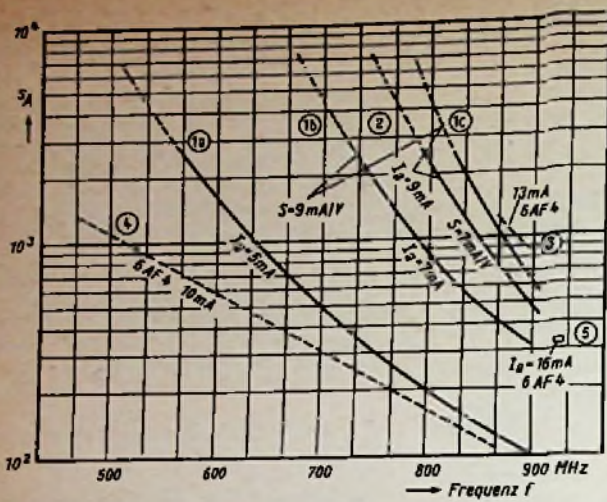

Bild 14. Das Stabilitätsmaß s_A in Abhängigkeit von der Frequenz, vom Anodenstrom und von der Steilheit beim Kastenoszillator
Wichtig ist auch der Einfluß von Netzspannungsschwankungen auf die Oszillatorfrequenz. Sowohl Schwankungen der Anodenwie auch der Heizspannung können auf die Frequenz wesentlich einwirken. Anoden- und Heizspannungsänderungen beeinflussen vor allem die Steilheit, die Elektronenlaufzeit, die Raumladung und damit auch die Röhrenkapazität. Änderungen der Röhrenkapazität können durch eine in Reihe oder parallel geschaltete äußere Festkapazität (vgl. Bild 8c!) in ihrer Auswirkung vermindert werden. Bild 14 zeigt das Stabilitätsmaß
in Abhängigkeit von der Abstimm-Frequenz für einen Kastenoszillator mit kapazitiver Abstimmung; $C = 2 \cdot 25 \text{ pF}$ (vgl. Bild 9). Die Kurven 1a, 1b und 1c in Bild 14 gelten für eine bestimmte Röhre EC 93 (Nennsteilheit 9 mA/V) bei verschiedenen Anodenströmen. Man erkennt, daß die Frequenzstabilität mit steigender Frequenz und mit abnehmendem Betriebsstrom sinkt. Kurve 2 ist – bei gleichem Strom wie Kurve 1c – mit einer
Röhre kleinerer Steilheit gemessen. Zum Vergleich ist eine Kurve eingezeichnet (3), welche sich auf Messungen stützt, die bei der RCA mit einer Röhre 6 AF 4 (amerikanische Vergleichstypen) bei 13 mA an einem Kastenoszillator ähnlicher Konstruktion ausgeführt wurden [4]. Ferner ist eine Meßkurve (4), die an einem Mallory-Converter, Modell TV 101 mit Variometer-Abstimmung für die Röhre 6 AF 4 bei 10 mA aufgenommen wurde, angegeben. Schließlich ist noch ein Meßpunkt (5) für einen Oszillator mit offener $\lambda/2$ -Leitung, der mit der Röhre 6 AF 4 bestückt war, bei $I_a = 16 \text{ mA}$ in Bild 14 eingetragen (vgl. [5], S. 119, Bild 6).